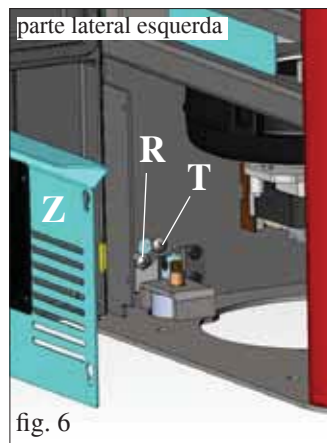

fig. 6
Verificar o alinhamento vertical das partes laterais em cerâmica (C) e efetuar eventuais regulações através dos parafusos postos sobre o elemento de cobertura (V - fig. 5) e, no interior da sala-mandra, através dos parafusos (R - fig. 6/7).
**Importante:** antes de efetuar a operação retirar o painel zincado (Z - fig. 6/7) em ambos os lados e afrouxar os parafusos de travamento (T - fig. 6/7).